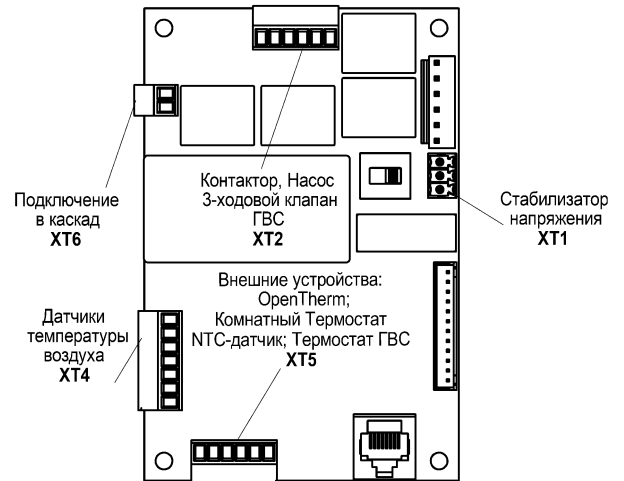

Рисунок 8. Основные разъемы платы контроллера
**6.4.1** Местоположение платы контроллера показано на рис.2, поз.19. Назначение основных разъемов платы контроллера для подключения внешних устройств показано на рис. 8. Подробные схемы подключения внешних устройств приведены в **Приложении В**.